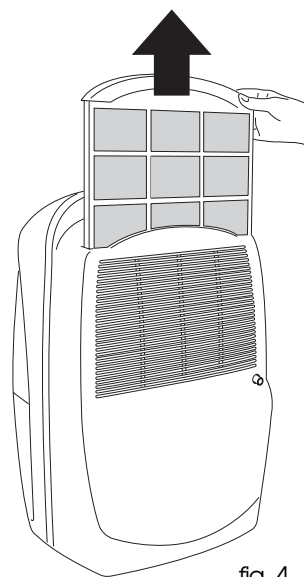

fig. 4
- Filteret tages ud ved at trække i det (fig. 4).